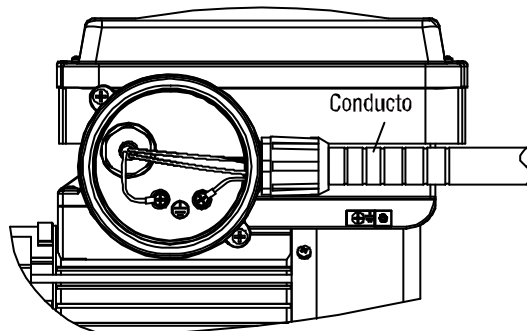

FIGURA 4
- ☐ Instale el conducto en el conector. (FIGURA 4)